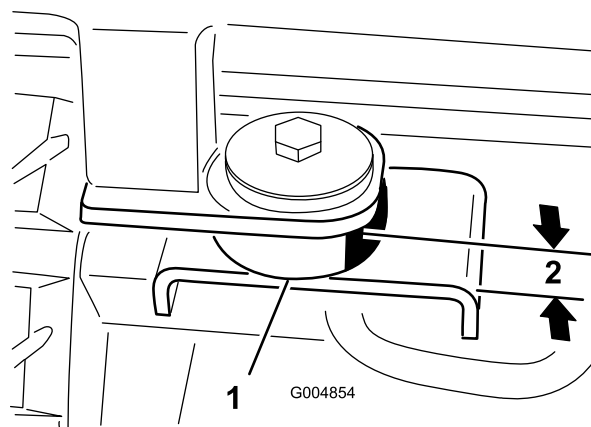

Figure 118
28. Sur les point de montage arrière, fixez la cabine à la machine au moyen d'un boulon (1/2 x 3 po), d'une rondelle d'acier (1/2 x 2-1/2 po), d'une rondelle de caoutchouc (1/2 x 2-1/2 po) et d'un écrou (1/2 po) (Figure 118). Serrez les quatre boulons de fixation de la cabine jusqu'à ce que les supports en caoutchouc soient comprimés à 2,2 cm (7/8 po) d'épaisseur.